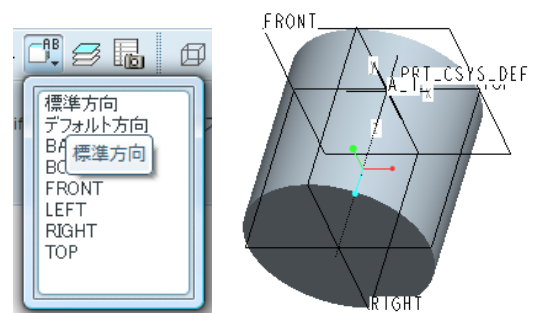

図 13-55 標準方向
- ・次に上部にある「名前のついたビューリスト」を選択し、標準方向を指定する。（図 13-55）